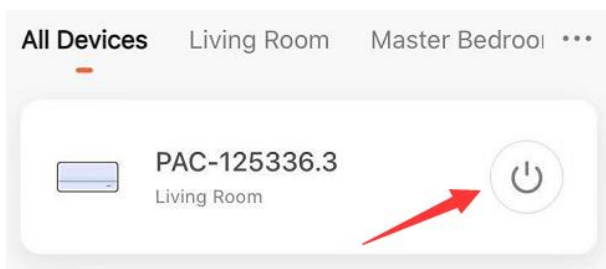

Fig.5
7. Appuyez sur la flèche en haut à gauche, vous pouvez revenir à la page d'accueil, sur laquelle vous pouvez simplement allumer ou éteindre votre appareil. (Fig.5)